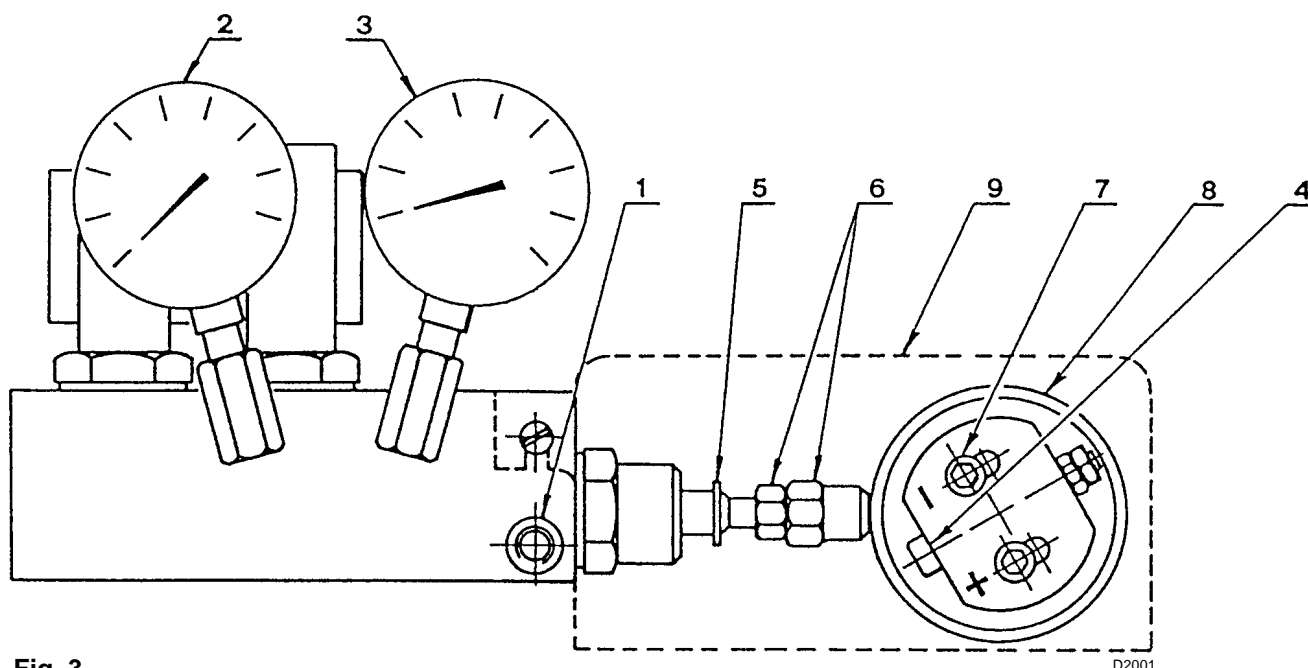

Fig. 3
La variazione di pressione sul ritorno (manometro 3 fig. 3) modifica la portata del combustibile che esce dall'ugello.
- Far ruotare manualmente e lentamente la camma a profilo variabile (1)(fig. 5), collegata solidamente all'eccentrico (8)(fig. 3) e verificare la variazione di pressione sul manometro (3)(fig.3). La pressione e la portata dell'ugello sono minime quando il servomotore è sulla posizione di 20°. La pressione e la portata dell'ugello sono massime quando il servomotore è sulla posizione di 130°. Le correzioni di pressione sul ritorno si ottengono variando l'eccentrico (8)(fig. 3) e il dado con controdado (6)(fig. 3).